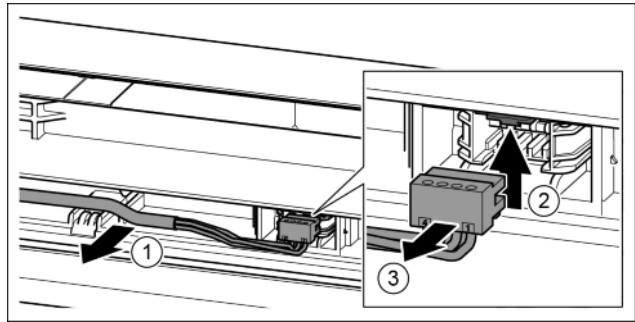

Fig. 24
- A szürke kábelt óvatosan vegye ki az ajtóban lévő vezető-sínből. Fig. 24 (1)
- Nyomja felfelé a fedőlemezt. Fig. 24 (2)
- Óvatosan húzza ki a dugót. Fig. 24 (3)